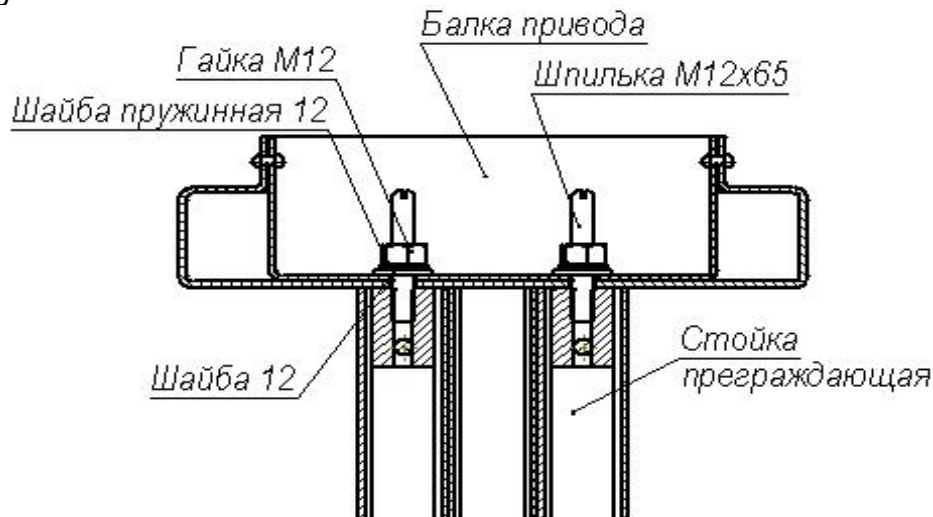

Рисунок 9 – Крепление балки привода (13) к стойке преграждающей (3)
8.2.8 Вверните две шпильки  $M12 \times 65$  в верхнюю часть преграждающей стойки (3) (см. рисунок 9).
8.2.13 Поверните балку (13) концом, на котором расположена DIN-рейка (рис. 3), к преграждающей стойке (3), а другим концом — к секциям (6) и (7) формирователя прохода. Используя две стремянки, поднимите балку на высоту преграждающей стойки и обоприте её сверху на преграждающую стойку. Открепите концы кабелей от верхней планки преграждающей стойки (п. 8.2.9), пропустите их в отверстие балки и закрепите с помощью липкой ленты внутри балки. Наденьте балку на две шпильки, расположенные на преграждающей стойке (п. 8.2.8), наденьте на каждую шпильку шайбу 12, затем шайбу пружинную 12 и зафиксируйте положение балки двумя гайками  $M12$  (см. рисунок 9), накрутив их до середины выступающей части шпилек.